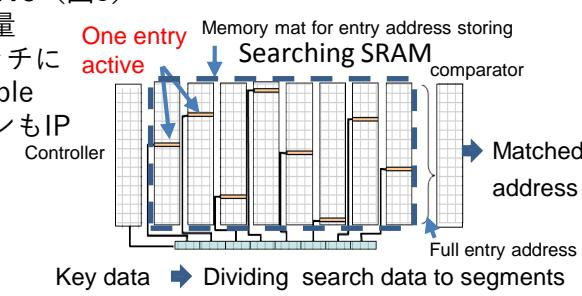

図3 最近の注目システムその2
- 最近の注目システム その2 検索エンジン: Axonerve (図3)